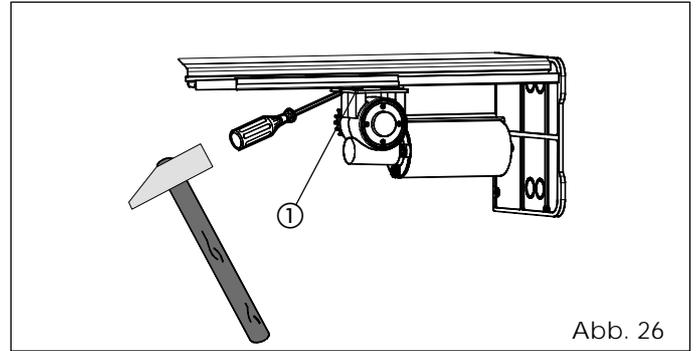

Abb. 26
- Die vier Befestigungsschrauben (Abb. 26 - Bez. ①) des zweiten Motors leicht aufschrauben.
- Die Gruppe Motor unter Zuhilfenahme eines Hammers laut Abb. 26 nach außen schieben.